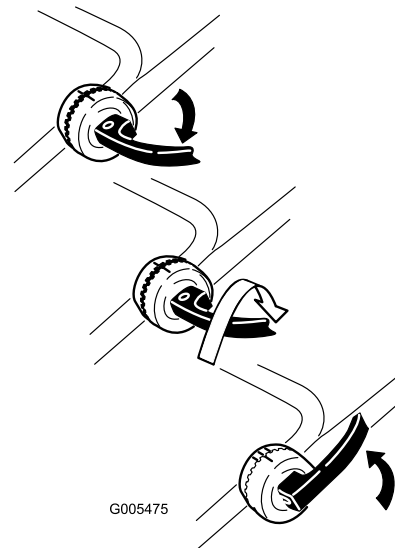

**Bild 4**
2. Zum Einstellen der Griffhöhe lösen Sie die oberen Griffarretierungen und drehen den oberen Griff nach oben. Arretieren Sie ihn in einer für Sie komfortablen Stellung (Bild 4).
**Hinweis:** Sie können den oberen Griff auf die Stellung 1 bis 3 einstellen. Richten Sie die Markierung mit einer der 3 Markierungen an der Innenseite der oberen Griffarretierungen aus (Bild 4).